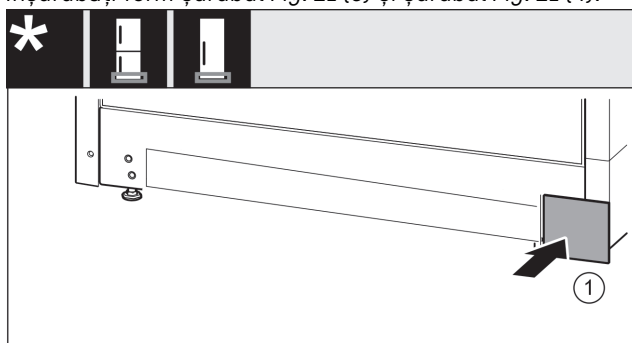

Fig. 22
- Așezați capacul Fig. 22 (1) din nou pe cealaltă parte.